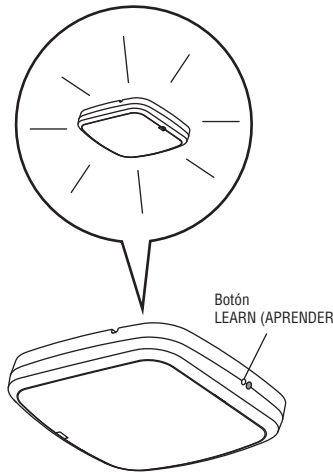

Figura 2
1. Presione el botón LEARN (APRENDER) de la luz inteligente hasta que se ENCIENDA la luz led verde (Figura 2).
1. Presione el botón APRENDIZAJE en la luz hasta que se ENCIENDA el DEL verde. (Figura 2)